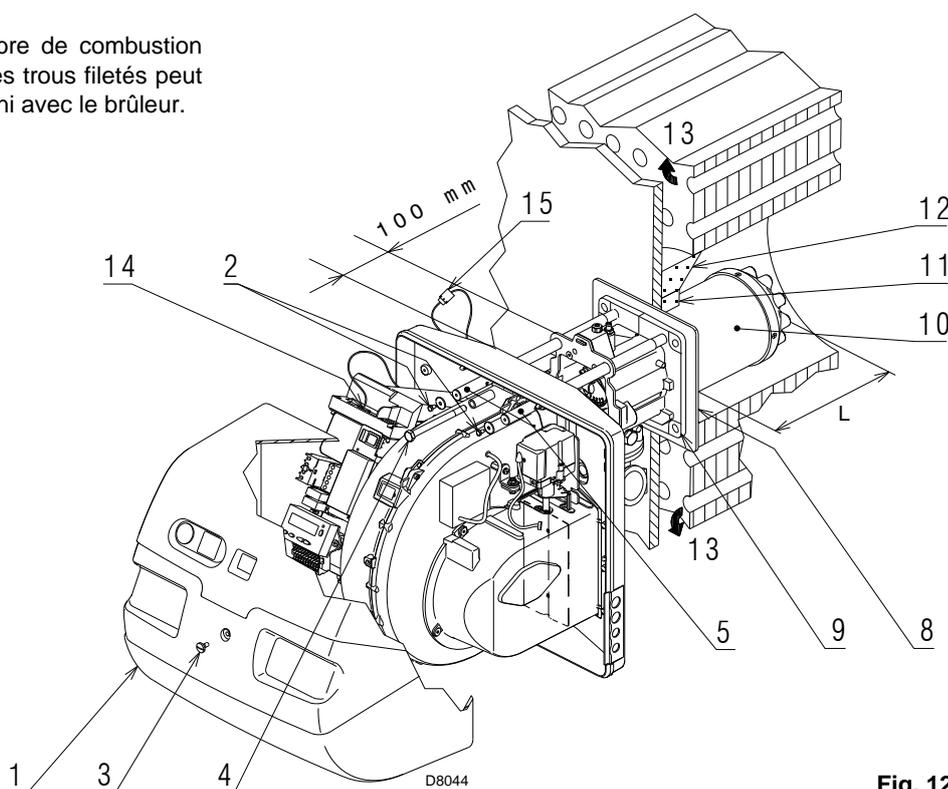

Fig. 12
Pour les chaudières avec tour de fumées avant 13), réaliser une protection en matériel réfractaire 11), entre le réfractaire de la chaudière 12) et la buse 10). La protection doit permettre d'extraire la buse. Voir Fig. 12.
Séparer ensuite la tête de combustion du reste du brûleur, Fig. 12. Procéder comme suit pour faire cela:
Fixer la bride 9)(Fig. 12) à la plaque de la chaudière en interposant l'écran isolant 8)(Fig. 12) fourni avec l'équipement.
- remonter le brûleur sur les glissières 3) à 100 mm environ du manchon 4) - brûleur dans la position illustrée dans la Fig. 12;
- brancher la fiche du servomoteur 14)(Fig. 12) et visser le passe-câble 15)(Fig. 12);